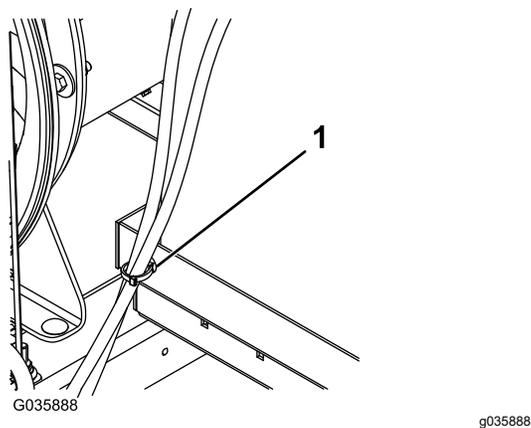

Рисунок 10
11. Зафиксируйте кабельную стяжку на боковой части поддона топливного бака и прикрепите к ней два шланга топливного бака (Рисунок 10).